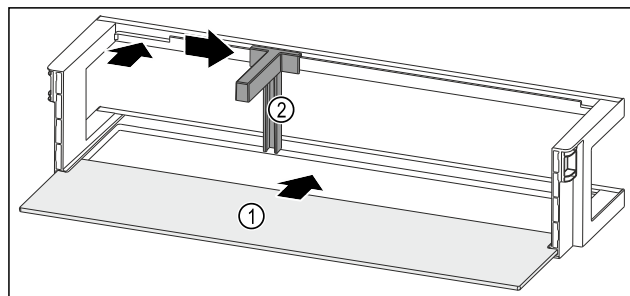

Fig. 150 Rafti i derës me raft mbajtës
- Futni raftin mbajtës Fig. 150 (1) në fole të anësore.
- Vendosni mbajtësen e shisheve Fig. 150 (2) te foleja.
- Shtyni anash mbajtësen e shisheve Fig. 150 (2) në pozicionin që dëshironi.